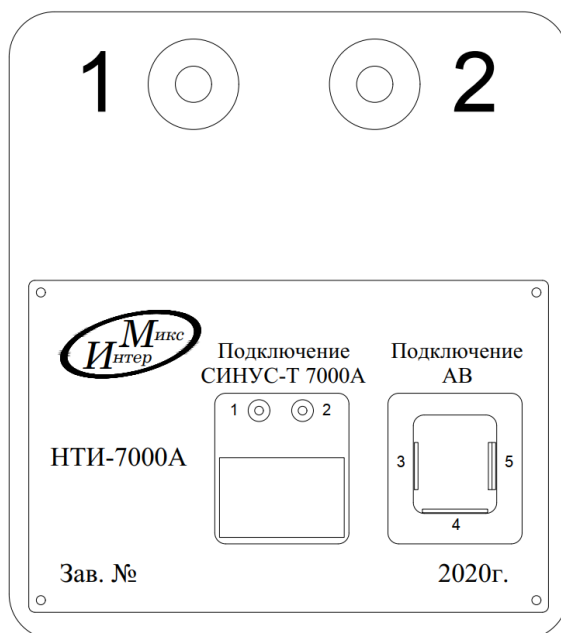

Рис. 4. Передняя панель НТИ-7000А
- На рис. 4 показаны клеммы (1 и 2) для соединения с пультом управления (СИНУС-Т 7000А).